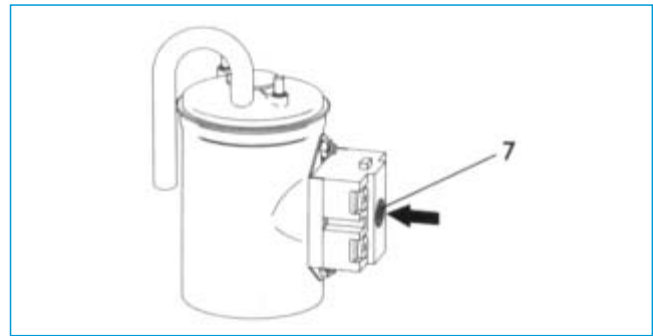

Fig. 21
- Rearme del interruptor térmico de seguridad fig. 21. En caso de haberse disparado dicha protección, una vez resuelta la causa de la incidencia se puede rearmar el interruptor térmico de seguridad con el botón de reposición (pos. 7). Para ello, el aparato debe estar desconectado de la red eléctrica.